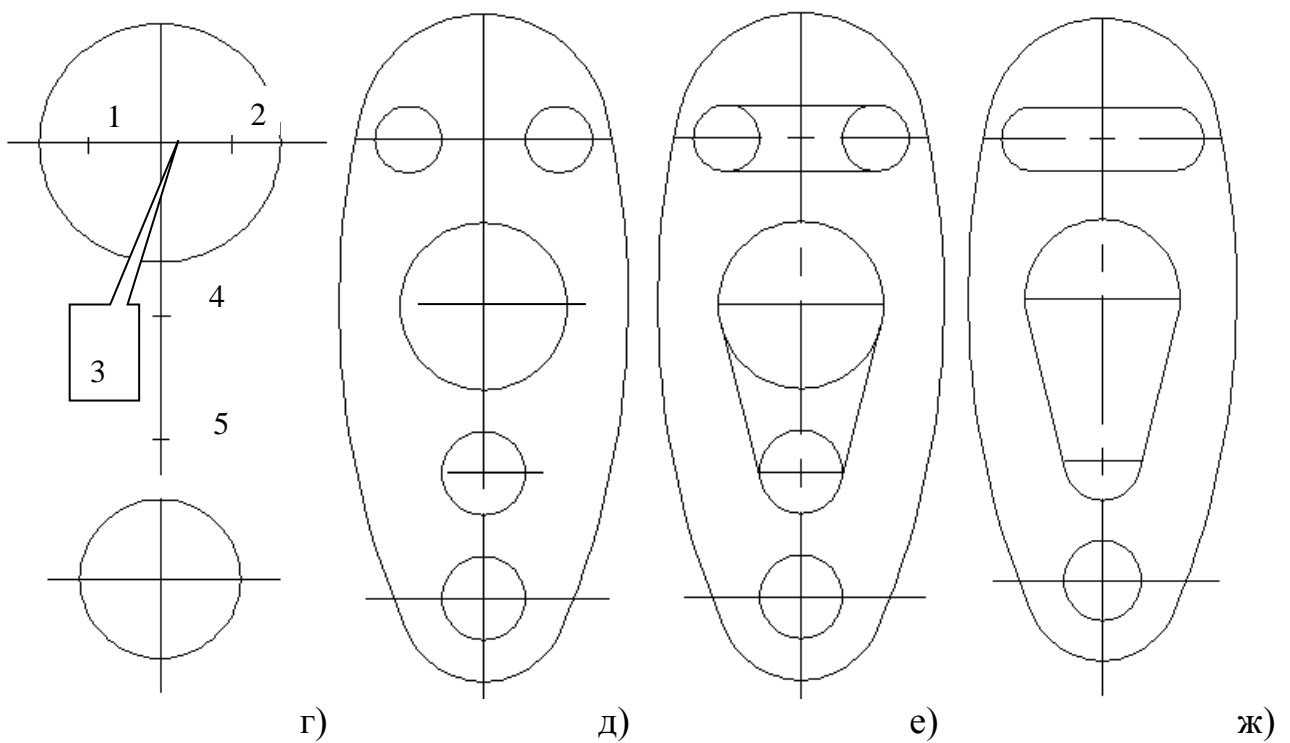

Рис. 44. Последовательность вычерчивания контура детали
5. Выполнить внутренние сопряжения построенных окружностей дугами окружностей R200. Командой **Обрежь**, выбрав за режущие кромки исходные окружности, убрать дуги окружностей R200. Результаты построений показаны на Рис. 44б.
6. Командой **Обрежь**, выбрав за режущие кромки дуги окружностей R200, убрать дуги исходных окружностей, лежащие внутри контура (Рис. 44в).
7. Установить текущим **Слой 1**, выбрать команду **Линия**. Построить вспомогательные отрезки 12, 34, 45, определяющие центры окружностей (Рис. 44г).
8. Установить текущим слой 0, вычертить окружности с центрами в точках 1, 2, 4, 5 (Рис. 44 д).
9. Выполнить сопряжения (Рис. 44 е).
10. Командой **Обрежь** удалить дуги окружностей (Рис. 44 ж).